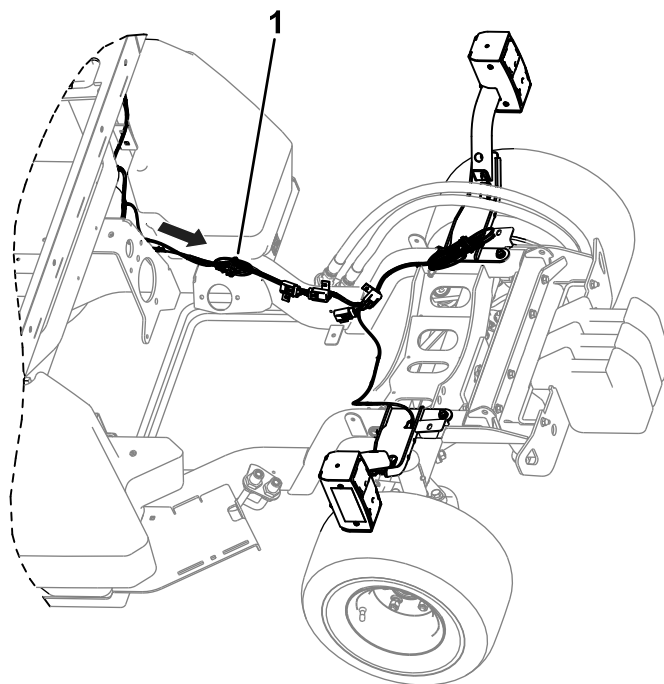

Figure 38
3. Enroulez les connecteurs restants (J01 et J02) ensemble avec un attache-câble (Figure 38).